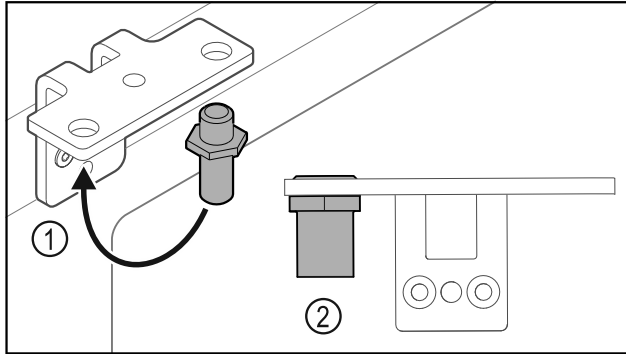

Fig. 23
- ▶ Перемістити палець Fig. 23 (1) у шарнірному кутику.
- ▶ Затягнути палець Fig. 23 (2) з **обертальним моментом 12 Нм**.